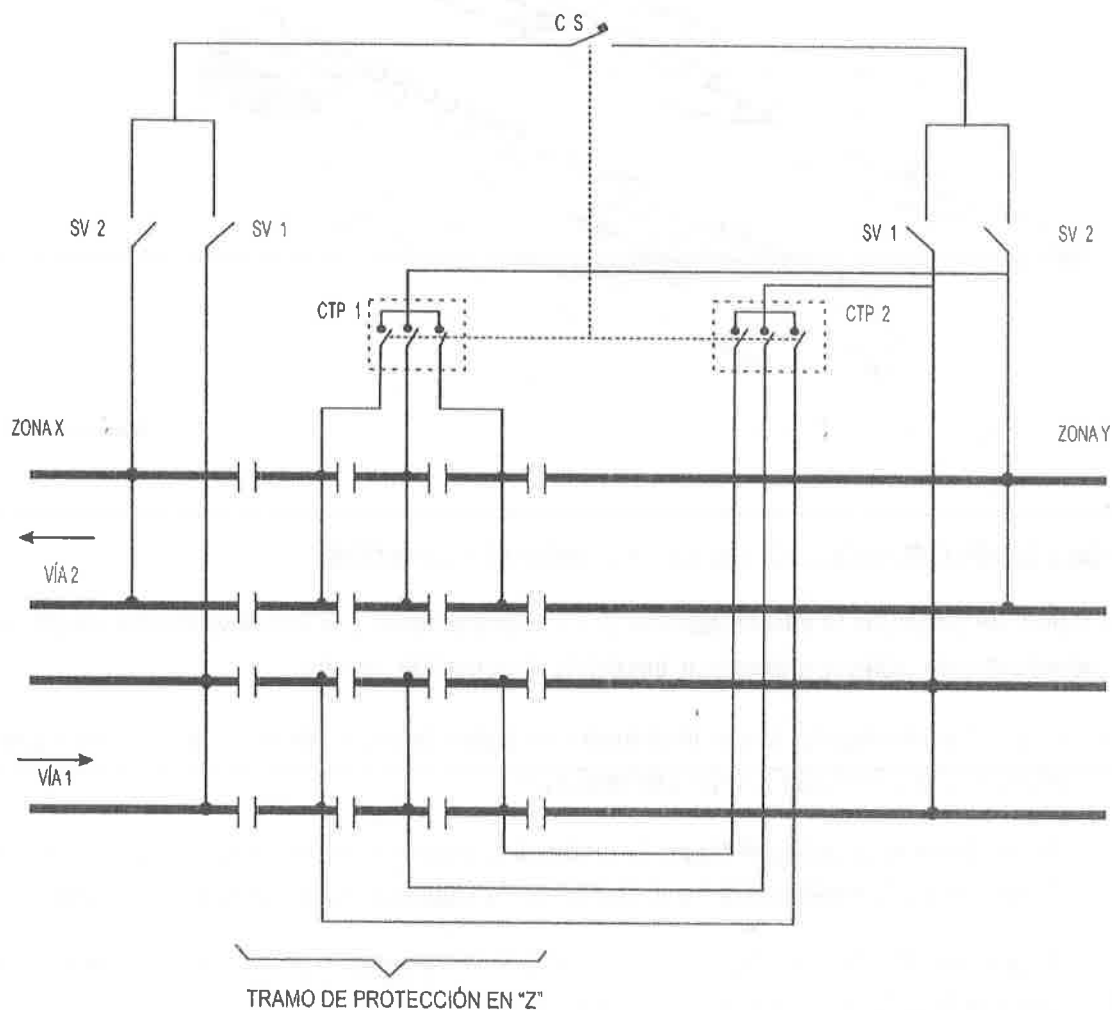

IMAGEN 10
llegan a la interestación Hidalgo- Bellas Artes de donde 2 cables van de Hidalgo a Cuatro Caminos un cable alimenta las SEAF's de vía 1 y el otro las SEAF's de vía 2, los otros 2 cables van de Bellas Artes a Tasqueña alimentando uno las SEAF's de vía 1 y el otro a las SEAF's de vía 2. (ver imagen 10)
- En una frontera de zonas, el tramo de protección es energizado por un contactor llamado Contactor Tramo de Protección (CTP), existiendo uno por vía y su funcionamiento, está subordinado al CS. (ver imagen 10)